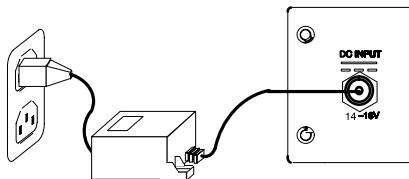

FIGURE 4
1. Raccorder la source d'alimentation en courant continu au connecteur d'alimentation situé à l'arrière du récepteur, comme illustré à la figure 4. Brancher l'autre extrémité de la source d'alimentation sur une prise secteur.